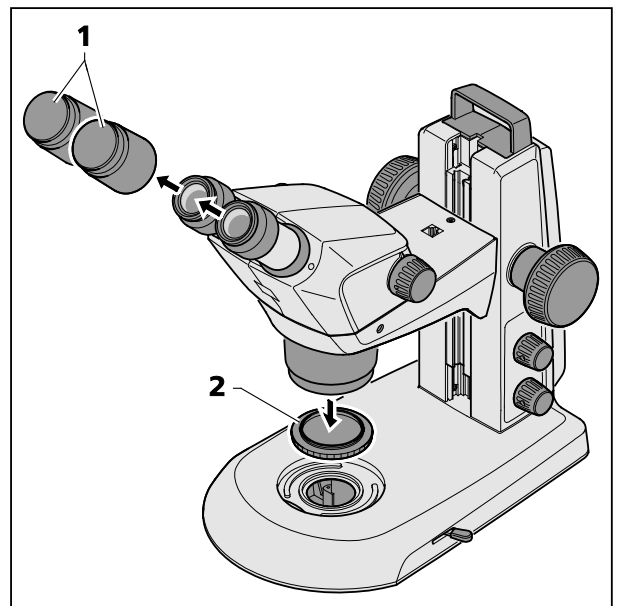

Fig. 9 Dépose des caches
- Retirez le capuchon de protection qui recouvre chaque oculaire (Fig. 9/1) ainsi que le capuchon qui protège l'objectif (Fig. 9/2).